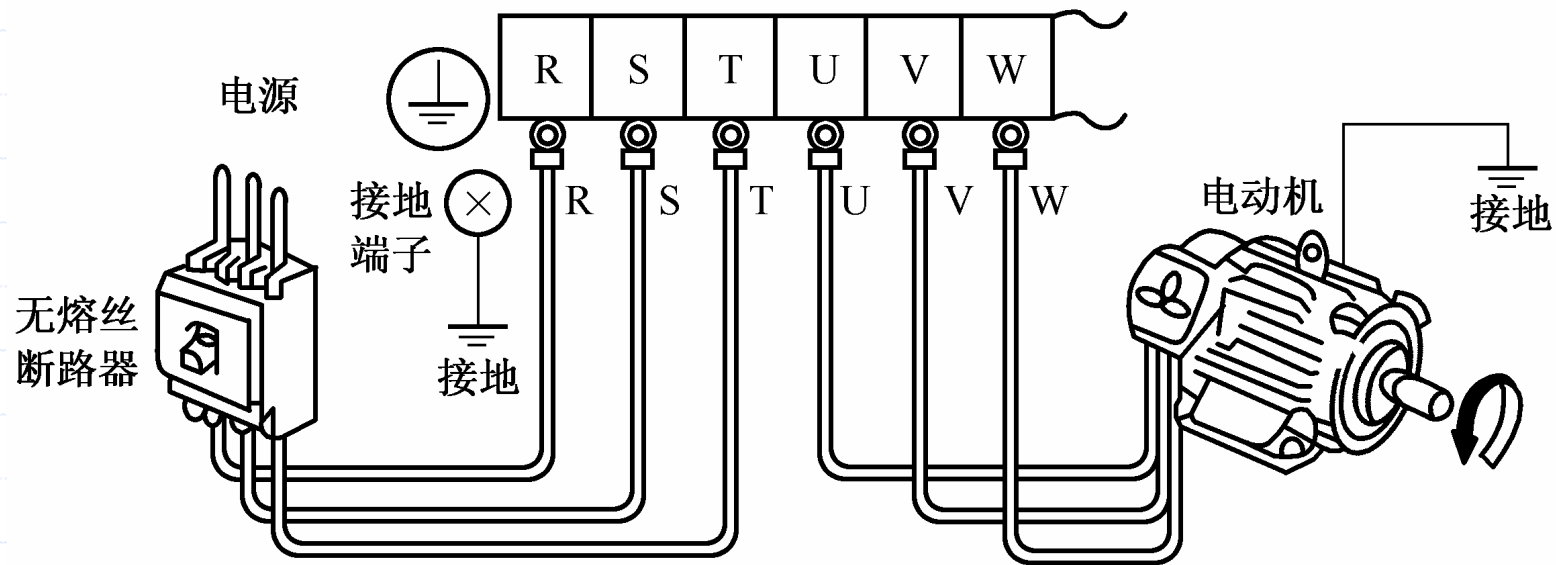

图9-3 变频器的主接线
- (1) 按图9-3连接好变频器。
- (2) 按MODE键，在“参数设定模式”下，设Pr.79=1，这时，“PU”灯亮。
- (3) 按MODE键，在“频率设定模式”下，设F=40Hz。
- (4) 按MODE键，选择“监示模式”。
(5) 按**FWD**或**REV**键，电动机正转或反转，监示各输出量，按**STOP**键，电动机停止。
(6) 按**MODE**键，在“参数设定模式”下，设定变频器的有关参数。